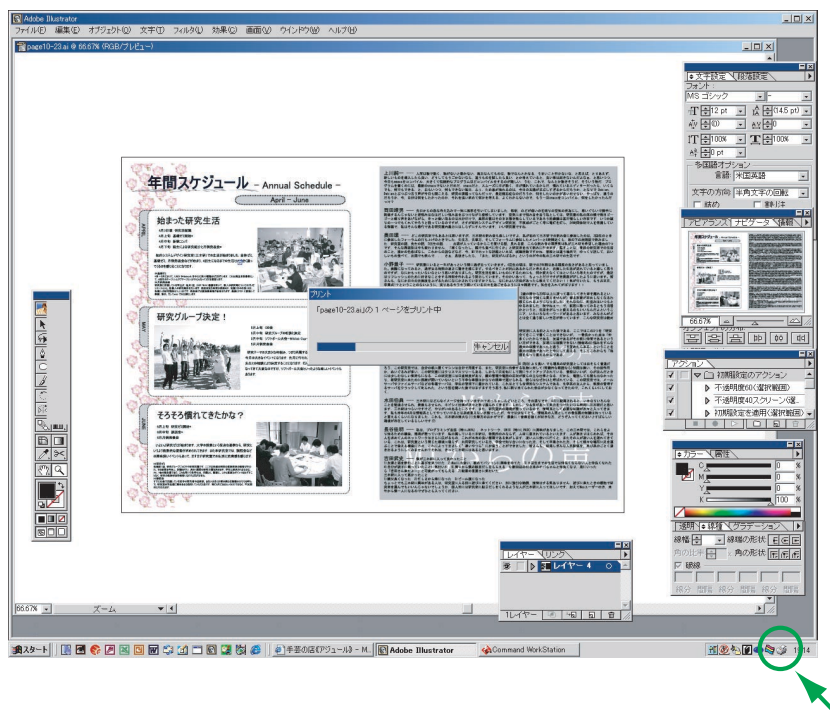
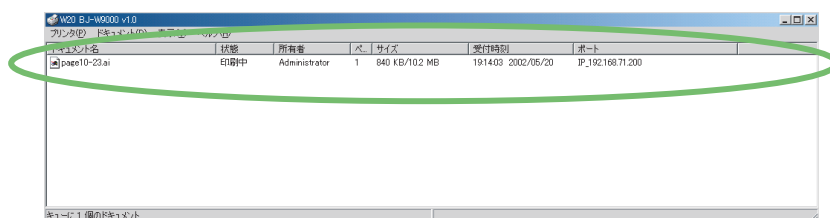
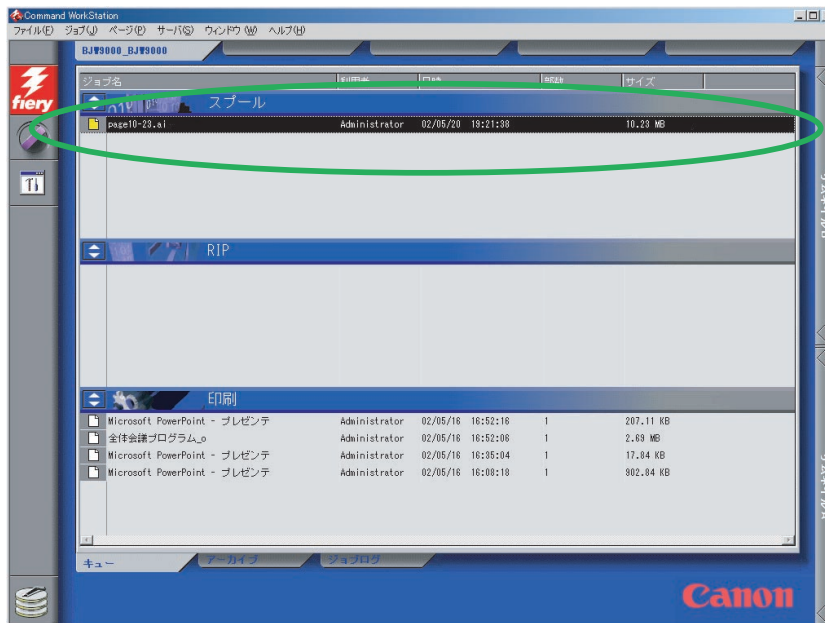

Fig. 4 プリンタプロパティの表示方法
Fig. 5 プリンタプロパティ画面
Fig. 6 Command WorkStation にスプールされた画面
1.3 節で説明した方法で印刷すると、Fig. 4 の楕円で示す部分にプリンタのマークが表示される。そのマークを右クリックし、W20 BJ-WJ9000 を選択すると Fig. 5 のようなウィンドウが開く。このウィンドウはアプリケーションからの出力の過程を表示しているので、ドキュメント名の行で、印刷したアプリケーションとファイル名を確認できる。Fig. 5 のサイズの列に示す容量が、印刷物のサイズに達すると、自動的に Command WorkStation に制御が移るので、それまでは他の作業をしておいてもよい。
プリンタのプロパティ画面 (Fig. 5) のドキュメントが消えると、Fig. 6 のように Command WorkStation のスプールに印刷物の情報が表示される。一番下の欄はキャッシュであり、一度印刷したものを表示している。このアイテムを選択して再度印刷することもできる。